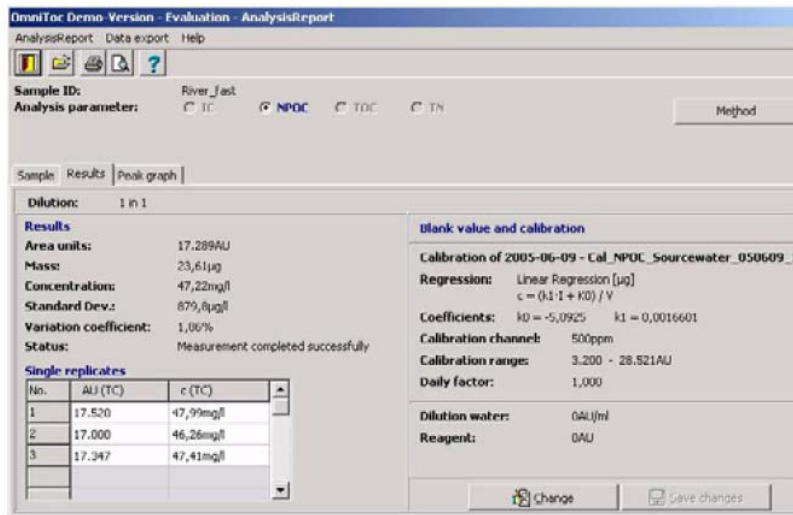
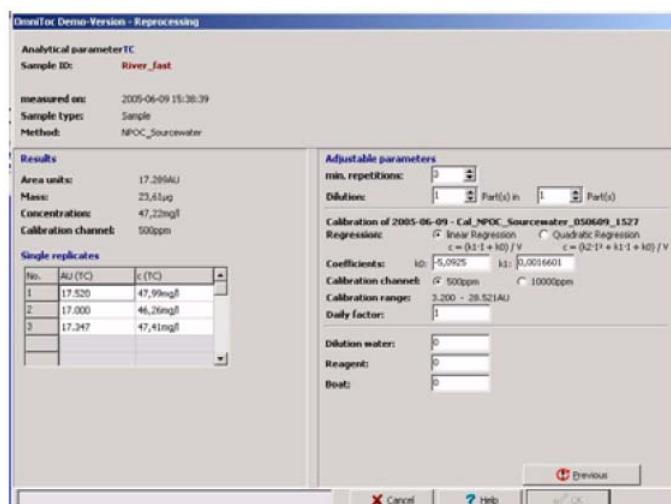

图53 Evaluation Analysis Report（评价分析报告）窗口的Results（结果）选项卡
图54 Edit Results（编辑结果）窗口
Results”选项卡中显示每个测量通道的测量结果（图53）。转换测量通道时选择合适的测量参数。另外还显示标定参数、标定范围、稀释空白和任何其它空白值。
1. 点击**CHANGE（更改）**键（图53）打开**Edit Results（编辑结果）**窗口（图54）。